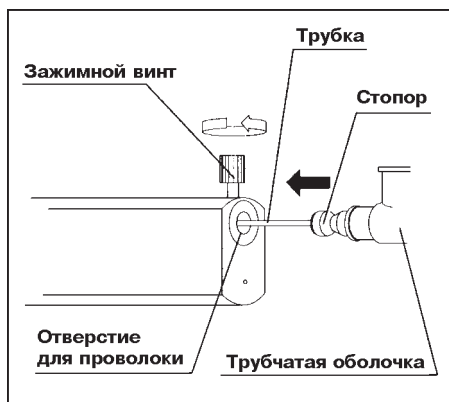

Рис. 3.4.
- 8.** Стопор трубчатой оболочки вставьте до упора в отверстие на держателе VML-инструментальной рукоятки (см. рис. 3.4).
- 9.** Затяните зажимной винт на VML-инструментальной рукоятке поворотом по часовой стрелке до упора (см. рис. 3.4).